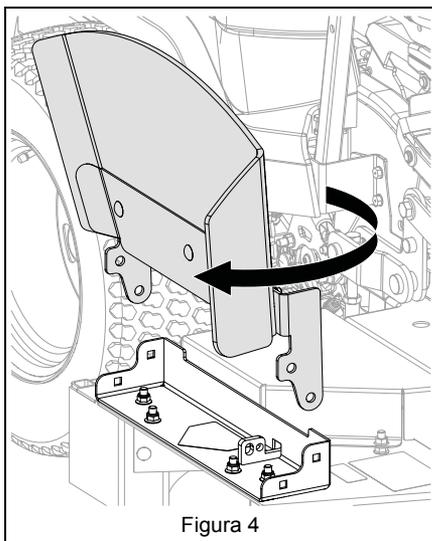

Figura 4
7. Gire la tolva de descarga 180 grados. Consulte Figura 4.